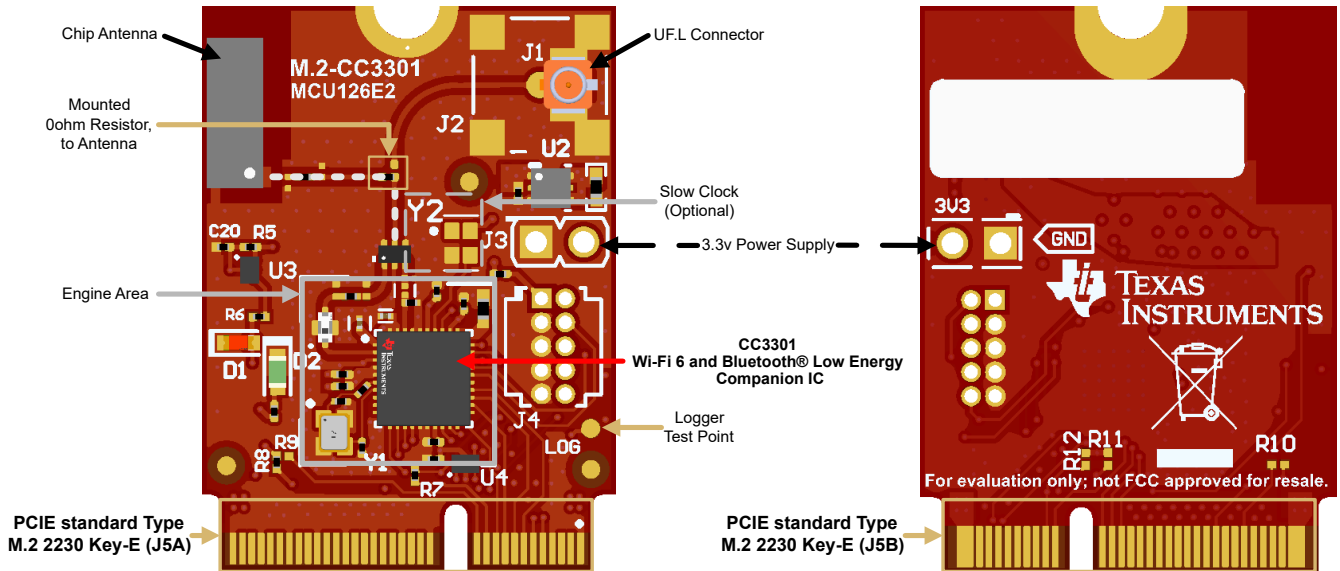
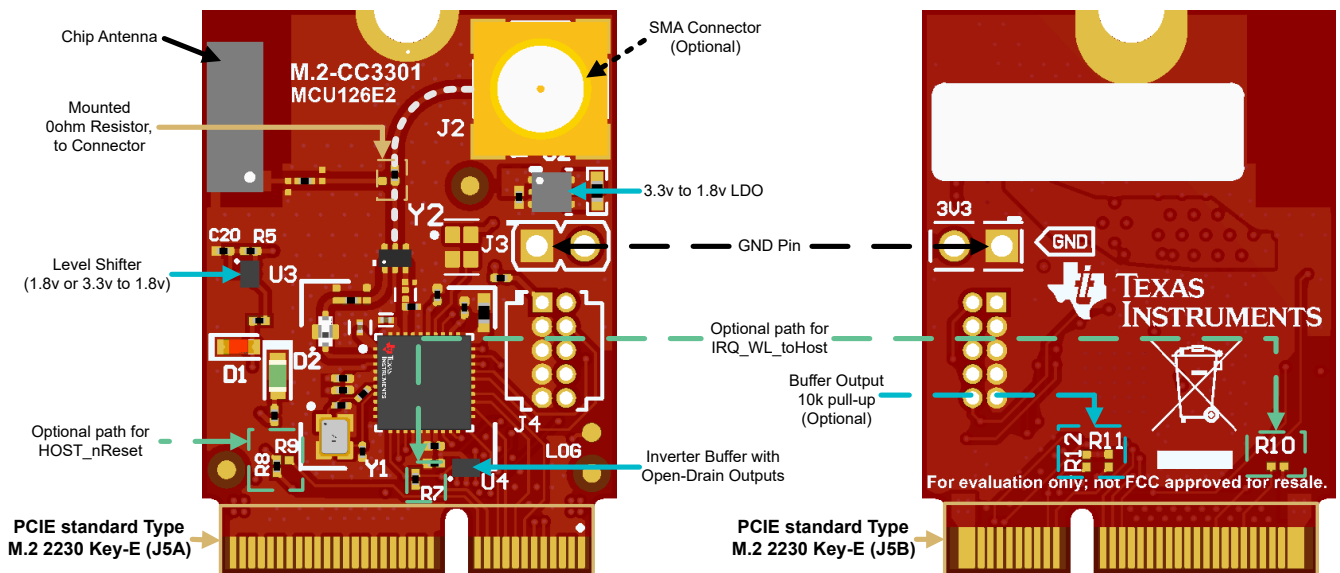

图 2-1. M2-CC3301 特性
图 2-2. M2-CC3301 的更多特性
- 安装的 0 欧姆电阻器可以交换到不同的位置以使用板载连接器 (J1/J2) 执行传导测试，默认配置允许使用板载芯片天线 (请参阅图 2-1)。或者，还提供板载 SMA 连接器 (J2) 的空间来替代板载 UFL 连接器 (J1)，从而使用兼容的同轴电缆执行传导测试测量 (请参阅图 2-2)。